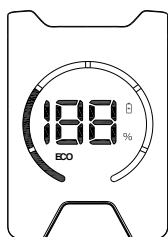

Рисунок 1
1. Нажмите кнопку переключения, и прибор по умолчанию перейдет в режим низкого энергопотребления. На экране дисплея появится слово «low». В то же время будет отображаться процентное содержание электроэнергии, синхронизированное с состоянием батареи всего прибора. (См. Рисунок 1)